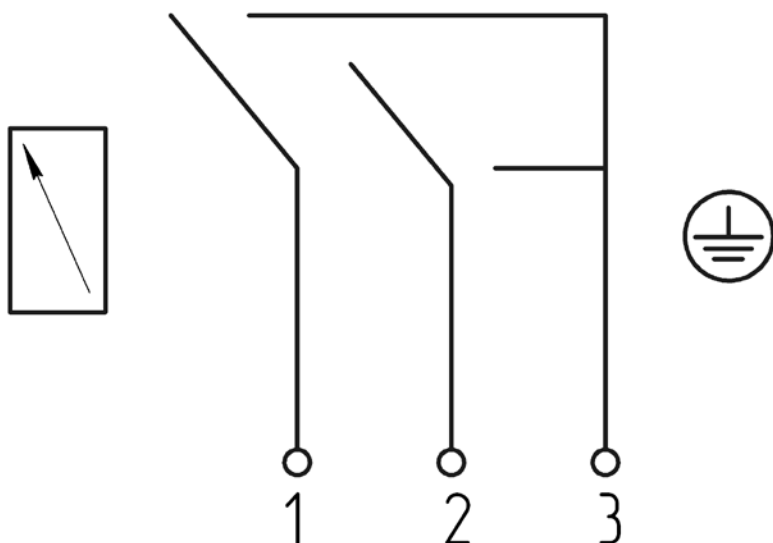

Рис.1 Схема электрических контактов
2.1.3 Подключение электрической цепи к приборам производится четырех жильным кабелем согласно таблице подсоединения, приведенной на рис. 1. Одна жила кабеля служит для заземления. Сечение жил кабеля должно быть не менее 0,35 мм².